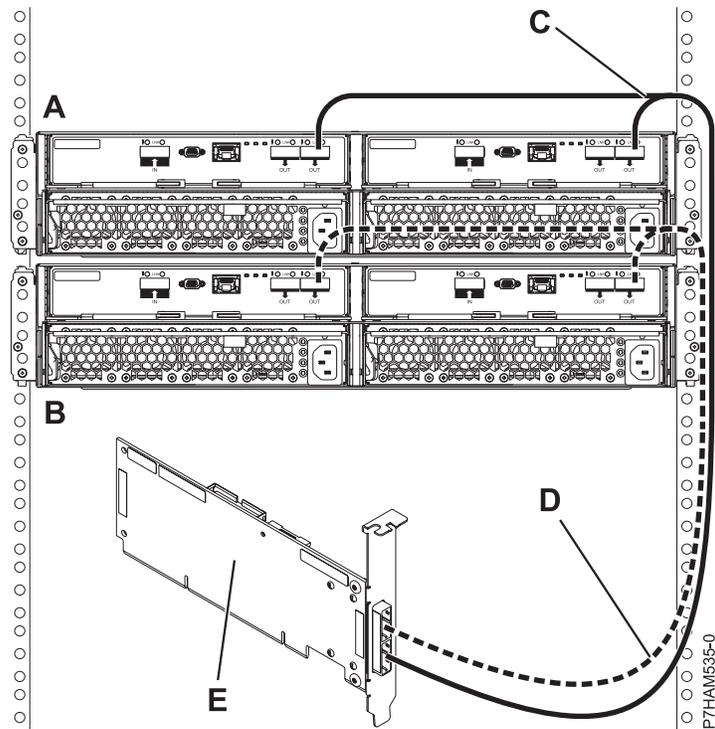

Abbildung 13. Modus 1-Anschluss von zwei Plattenlaufwerkgehäusen 5887 mit YO-Kabeln an einen einzelnen SAS-Adapter
- Schließen Sie zwei Plattenlaufwerkgehäuse 5887 im Modus 1 (**A und B**) mit YO-Kabeln (**C und D**) an einen einzelnen SAS-Adapter (**E**) an. Siehe Abb. 13 auf Seite 15.